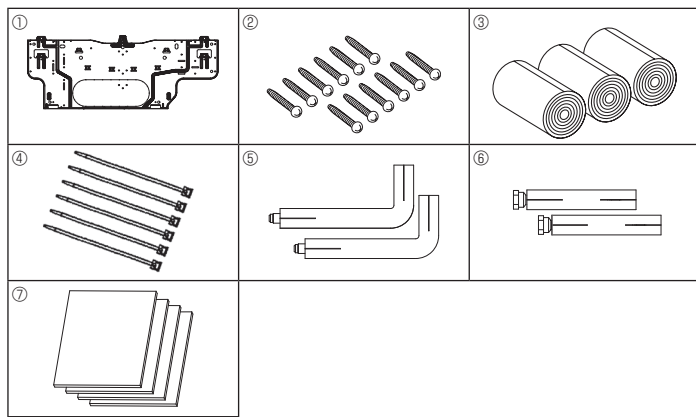

Fig. 3-1
3.1. Vérifier les accessoires qui accompagnent l'appareil intérieur (Fig. 3-1)
- Ⓐ Planche d'installation ① dans Fig. 3-1
- Ⓓ Vis de fixation (4 × 25) Ⓜ dans Fig. 3-1
- Ⓕ Planche d'installation Ⓛ dans Fig. 3-1
- Ⓐ Tuyau d'eau (IN)
- Ⓜ Bande de feutre Ⓜ dans Fig. 3-1